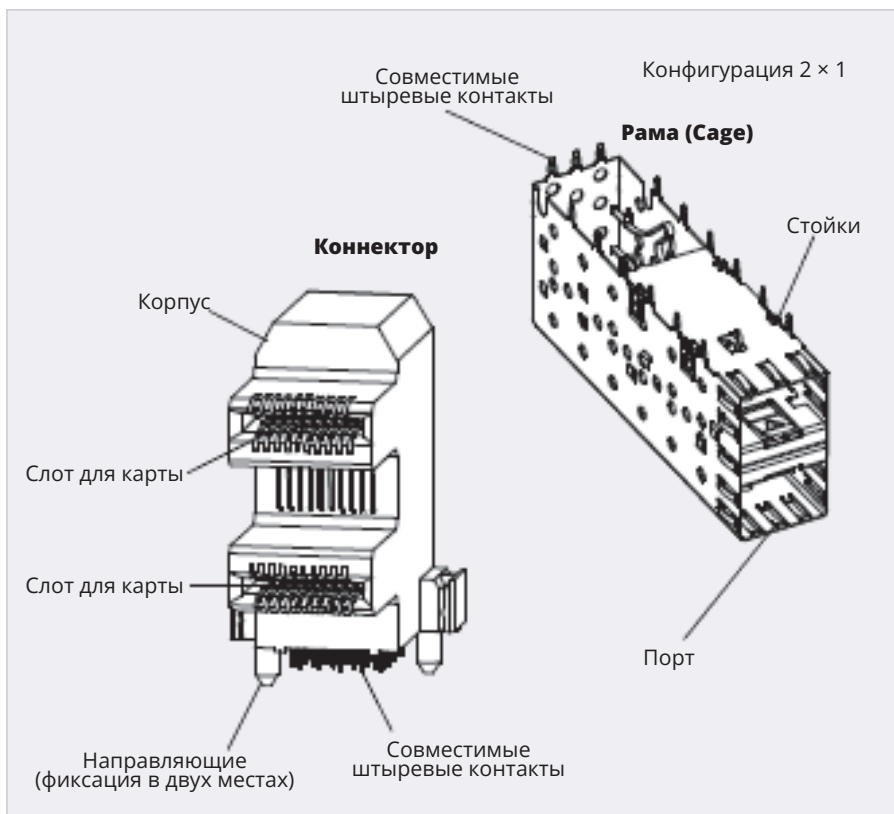

Рис. 1. Коннектор (слева) и рама (справа) отдельно
Известно, что разъём типа «SFP Cage & Connector» конструктивно состоит 1) из коннектора (Connector, дословно – «соединитель») с системой контактов поверхностного монтажа на контактные площадки ПП или ПУ, выполняющего роль проводников токовых сигналов (рис. 1, 2, 3). Коннектор может иметь контакты как свойства SMT (Surface Mount Technology – «технология монтажа на поверхность», т.е. поверхностно паяемые), так и Through Hole Mounting, или «монтаж в сквозные отверстия», а также комбинированного типа SMT + Through Hole Mounting. Кроме перечисленно-
2) клетки (Cage, дословно – «клетка» или «рама»), которая служит направляющей, каркасом для защиты, фиксации, поддержания формы конструкции (рис. 1, 2, 3).